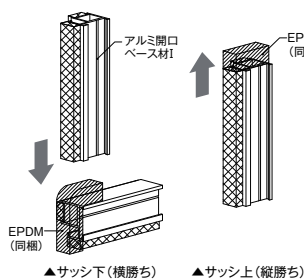

図5 EPDMの貼り付け
- ▶ サッシ下およびサッシ横に取り付けるアルミ開口ベース材I端部に、同梱のEPDMを貼り付ける。(図5参照)